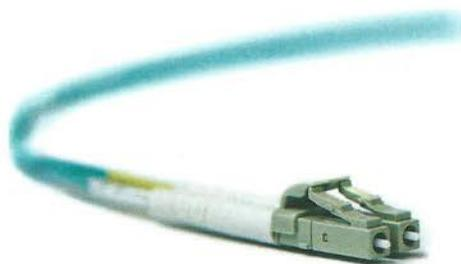

Figura 6.73. Conector LC.
- **Conector LC (Lucent Technologies Connector).** Es un nuevo tipo de conector óptico (Figura 6.73) de reducido tamaño, que facilita su integración en los dispositivos electrónicos como los switch. El sistema de anclaje es muy parecido al de los conectores RJ-45, ya que utiliza una pestaña superior que hay que presionar para introducirlos o liberarlos.